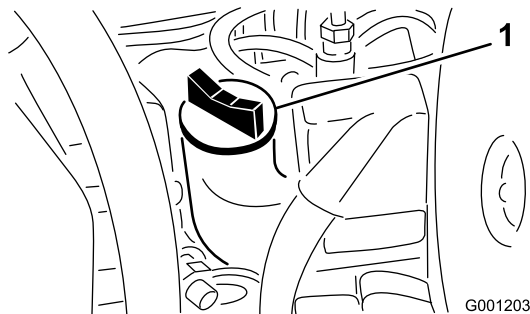

Figure 23
3. Si le niveau n'atteint pas le repère du plein, enlevez le bouchon de remplissage (Figure 23) et faites l'appoint jusqu'à ce que le niveau correct soit atteint. **Ne remplissez pas excessivement..**